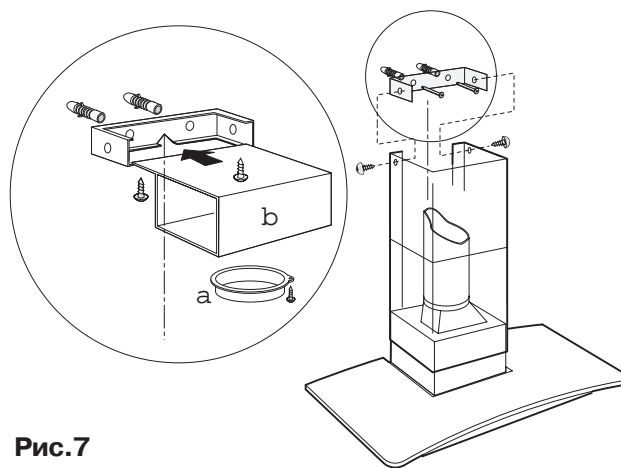

Рис.7
- Отсоедините крепление воздуховода от воздуховода, отвинтив два боковых винта (по одному с каждой стороны воздуховода и сохраните их) (рис. 7).
- Отсоедините дефлектор “b” от крепления воздуховода отвинтив два винта (сохраните их). (рис. 7).
Крепление воздуховода имеет отметку, которая должна совпадать с линией, ранее начерченной на стене (рис. 7).
- Вставьте дюбели и закрепите крепление телескопического воздуховода винтами 5x45 (рис. 7).
- Если соединительное кольцо (“a” - рис. 7) еще не установлено, установите его на дефлектор “b” с помощью замка “байонет” (поверните по часовой стрелке) и закрепите винтом.
- Вставьте отражатель в крепление воздуховода и закрепите его двумя винтами (рис. 7).
- Зафиксируйте верхнюю часть воздуховода двумя винтами (рис. 7).
- Выдвиньте нижнюю часть воздуховода вниз так, чтобы она вошла в слоты на верхней части воздухоочистителя (рис. 7).